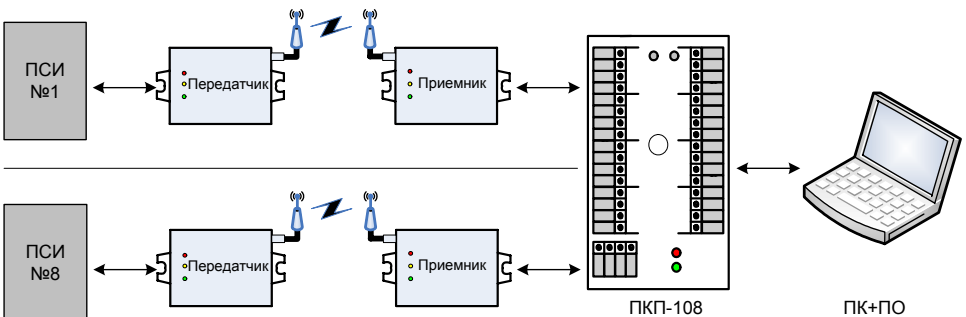

рис.2
3.3.2. Соединение «много точек – точка». Такая схема применяется, когда удаленные объекты расположены вокруг центра управления процессами. В этой схеме участвуют много радиомодулей «Приемник», объединенных параллельной шиной интерфейса RS-485. Каждый «Передатчик» имеет на удаленном объекте свой «Приемник». При такой схеме соединения возможны конфликты сети из-за параллельной работы нескольких «Передатчиков». Поэтому устройство связи «СИГНАЛ-53Д» настраивается на режим «**Фиксированный адрес**». В этом режиме «СИГНАЛ-53Д» обеспечивает передачу данных для устройств, поддерживающих протоколы Modbus-ASCII или Modbus-RTU, с определенным адресом, выбранным на многопозиционном переключателе (см. рис. 2).